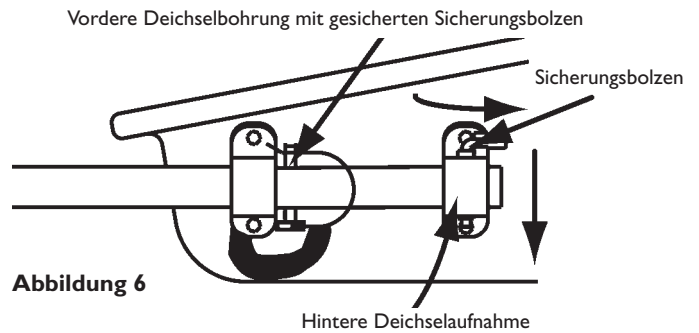

Abbildung 6
- Sichern Sie die Ausleger, indem Sie die hinteren Sicherungsbolzen in Richtung Heck schwenken und in den dafür vorgesehenen Aufnahmen einrasten (s. Abbildung 6).
- Schieben Sie die beiden vorderen Sicherungsbolzen durch die **vorderen** Auslegerbohrungen (s. Abbildung 6).